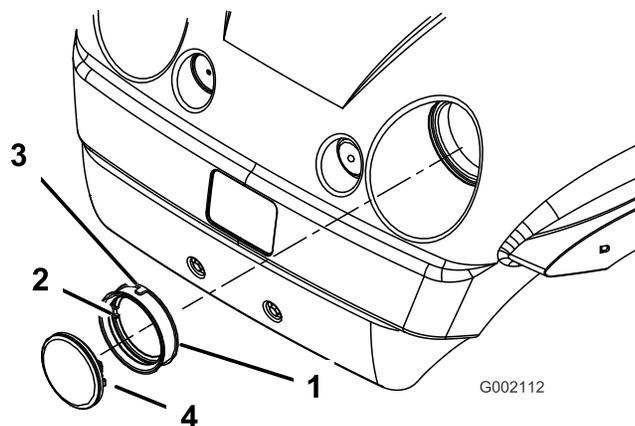

Figura 39
4. Rimuovete la tenuta in gomma attorno alla lampadina (Figura 39). Scartate il faro.
5. Allineate la tacca all'interno della tenuta con la tacca sul nuovo faro (Figura 39). Collocate la tenuta sul faro fin quando non sarà posizionata saldamente.